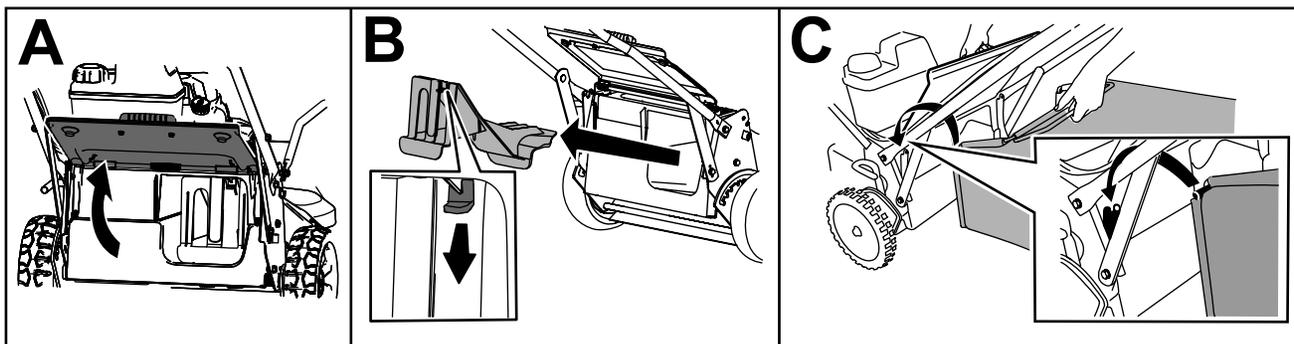

Рисунок 21
1. Поднимите и удерживайте в поднятом положении задний дефлектор (вид А на Рисунок 21).
2. Снимите заднюю выпускную заглушку, нажав на защелку большим пальцем и вытянув заглушку из машины (вид В на Рисунок 21).
3. Вставьте штангу мешка в выемки в основании рукоятки и покачайте мешок вперед-назад, чтобы убедиться в том, что штанга находится в нижней части обеих выемок (вид С на Рисунок 21).